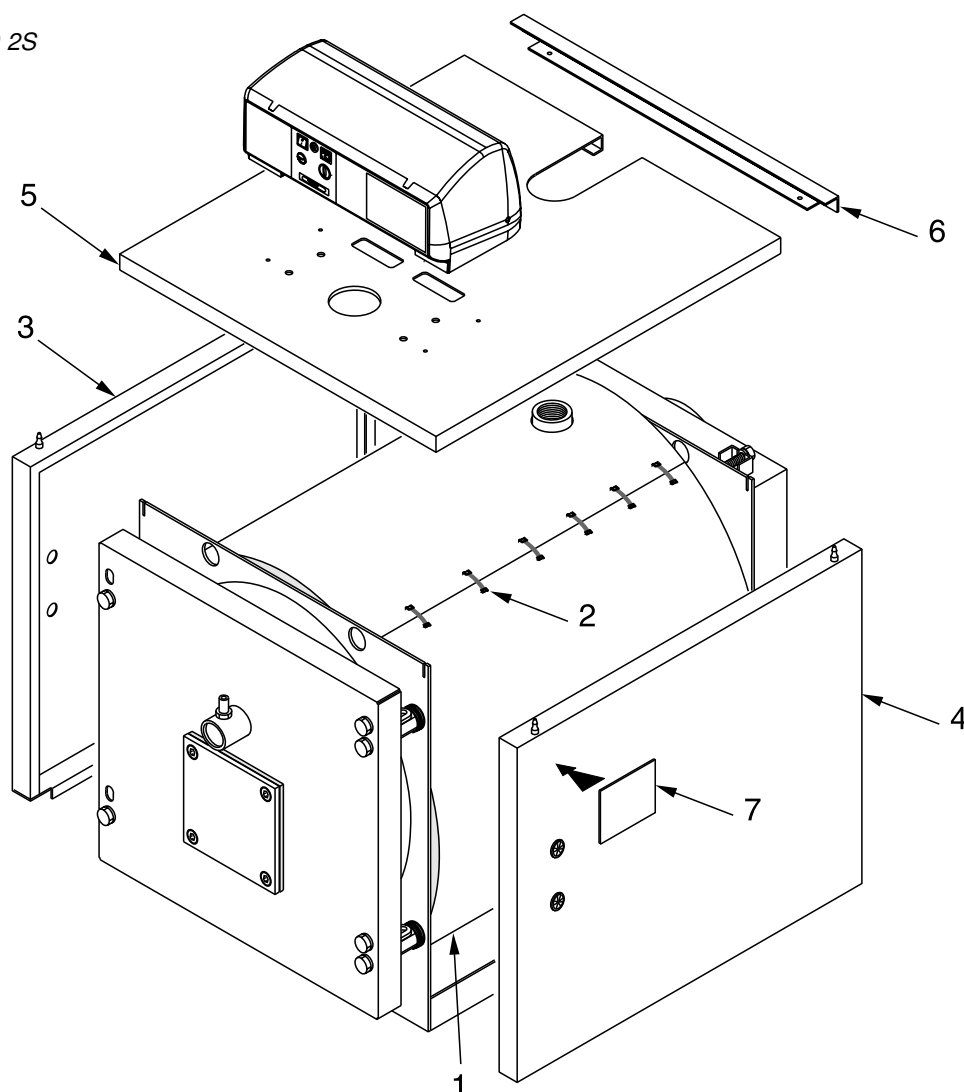
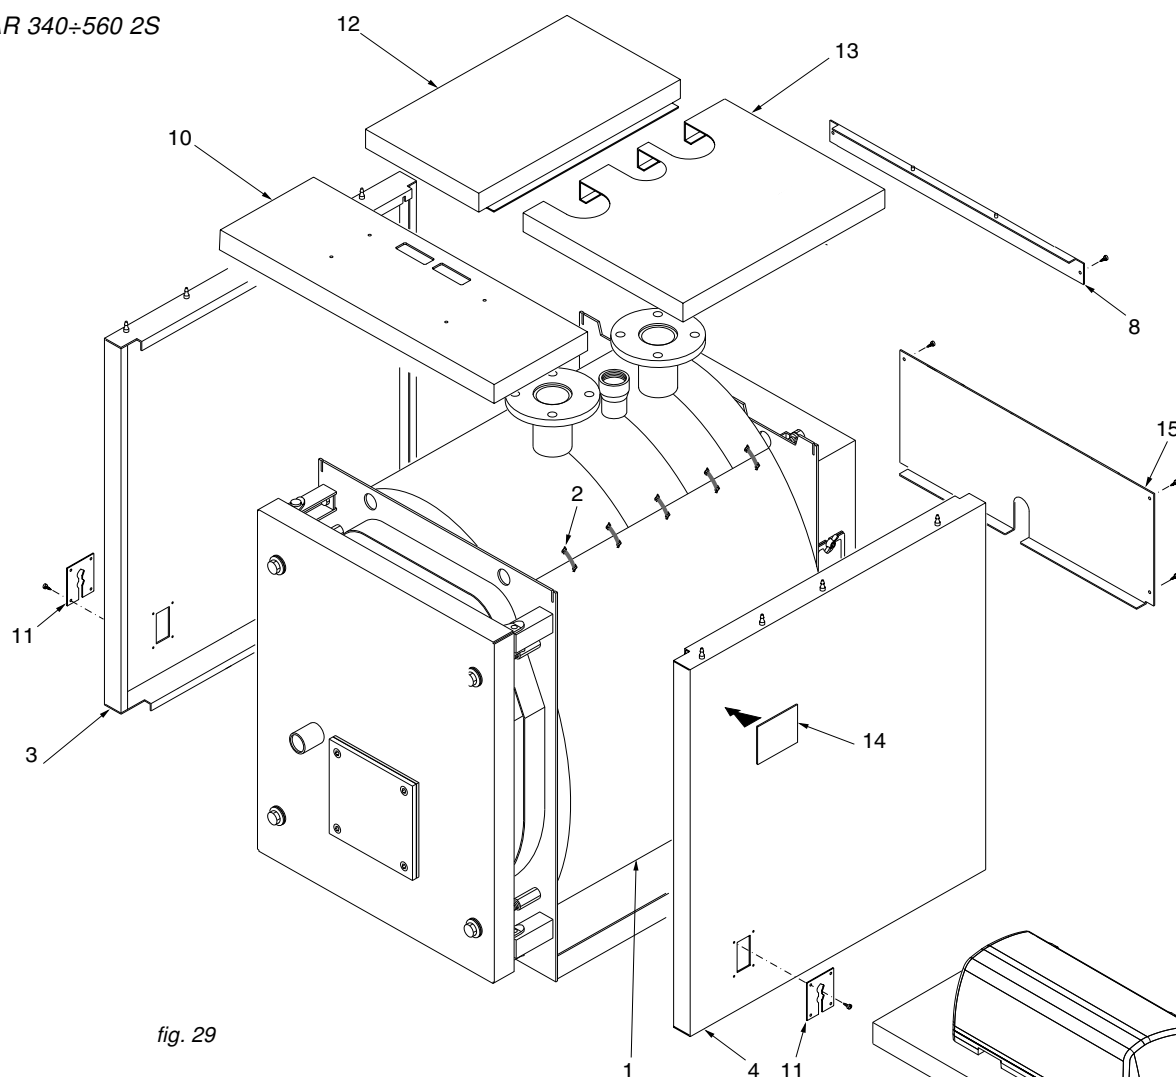

fig. 27
fig. 29
N.B. Per i modelli compresi tra **TST 80 2S** e **TST 250 2S** (rif. fig. 27 e 28) e compresi tra **TST 300 2S** e **TST 450 2S** (rif. fig. 29 e 30), il mantello e l'isolamento sono contenuti in 1 imballo marcato:
N.B. Per il modello **TST 560 2S** (rif. fig. 29 e 30) e per i modelli compresi tra **TST 680 2S** e **TST 870** (rif. fig. 31 e 30), e compresi tra **TST 1000 2S** e **TST 2000 2S** (rif. fig. 32 e 35), il mantello e l'isolamento sono contenuti in 3 imballi marcati:
Sequenza di montaggio (Rif. fig. 27 e 28)
Sequenza di montaggio (Rif. fig. 29)